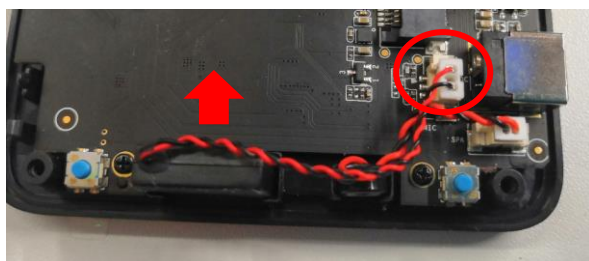

Рисунок 29. Демонтаж динамика.
6. Установить динамик в соответствующий паз корпуса верхнего, при установке, пайка кабеля должна оказаться сверху. Подключить кабель динамика к соответствующему разъёму на плате модуля управления, ориентация разъёма не позволит подключить его неправильно (**Рисунок 29**).